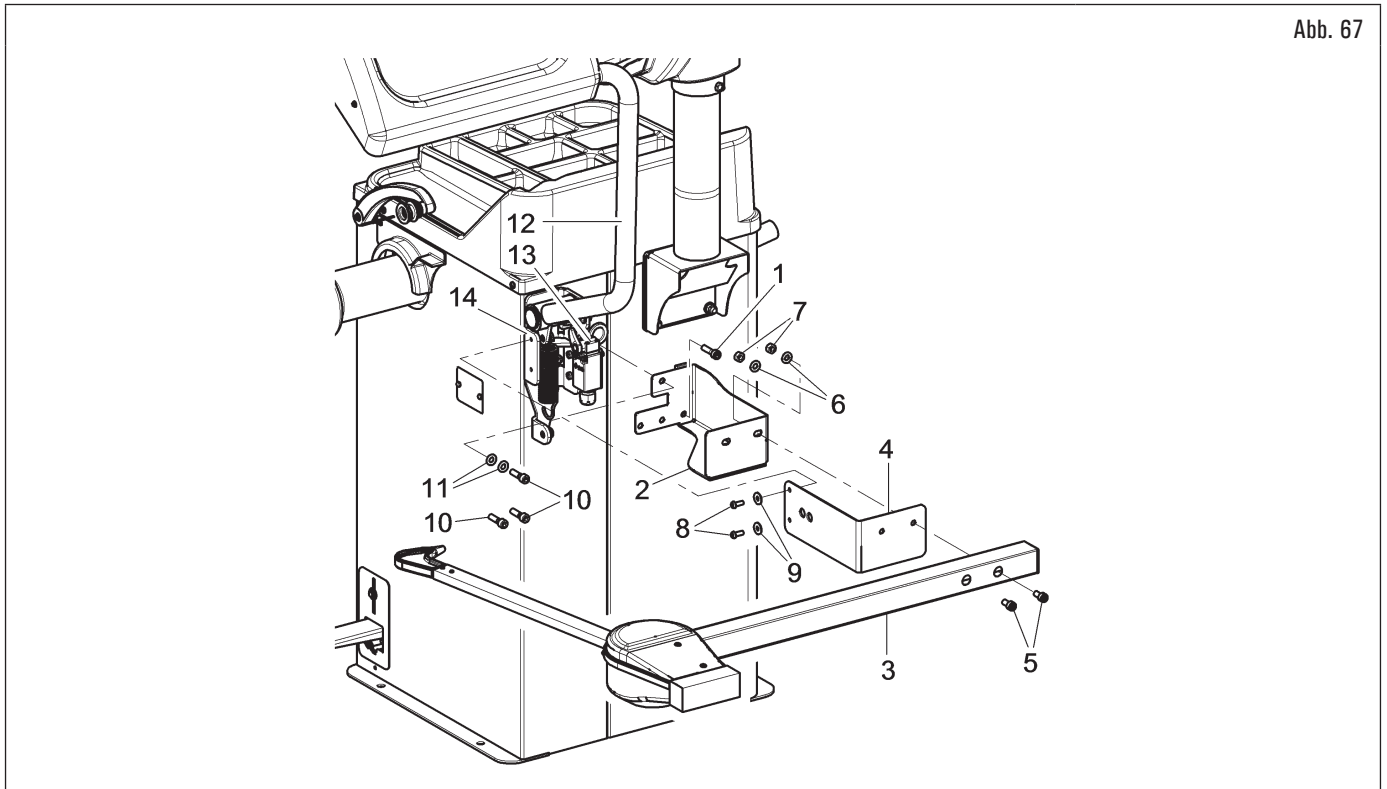

Abb. 67
1. Den Schutzgehäuse (Abb. 67 Pkt. 12) abnehmen, sofern es bereits auftritt;
2. die Schrauben (Abb. 67 Pkt. 10) und Scheiben (Abb. 67 Pkt. 11) von der Halterung der Radschutzhaube abschrauben; lassen Sie die Halterung gehalten werden. Setzen Sie die Bügel des Tasters (Abb. 67 Pkt. 2) in den Seitenschlitz der Halterung der Radschutzhaube ein (siehe Abb. 68 Pkt. A);
3. Wenn nötig, den Mikroschalter entfernen (Abb. 67 Pkt. 13), um die Spannschrauben einfacher zu betreten;
4. setzen Sie die Befestigungsschraube (Abb. 67 Pkt. 1) und die zuvor gelösten Schrauben (Abb. 67 Pkt. 10) in den Zylindersbügel (Abb. 67 Pkt. 2) ein und schrauben Sie die Einheit auf die Gewindenieten, die in positioniert sind hinteren Teil des Rahmens, ohne die zuvor entfernten Unterlegscheiben (Abb. 67 Pkt. 11) zu verwenden. Befestigen Sie den Bügel (Abb. 67 Pkt. 4) mit den Schrauben (Abb. 67 Pkt. 8) und Unterlegscheiben (Abb. 67 Pkt. 9) an der Halterung der Radschutzhaube (Abb. 67 Pkt. 14). Den Arm des Tasters (Abb. 67 Pkt. 3) an die Bügel (Abb. 67 Pkt. 2-4) mit den 2 Schrauben (Abb. 67 Pkt. 5), den Scheiben (Abb. 67 Pkt. 6) und den Muttern (Abb. 67 Pkt. 7) festklemmen, und dabei darauf achten, dass die Welle und der Tasterarm auf gleicher Ebene sind (siehe Abb. 68);
9. den Mikroschalter (Abb. 67 Pkt. 13) wieder montieren, wenn zuvor entfernt wird;
10. montieren Sie das Schutzgehäuse (Abb. 67 Pkt. 12) wie im Absatz 7.1.2.8 "Montage der Radschutzhaube (bei Modellen mit externem Mikro)" beschrieben.